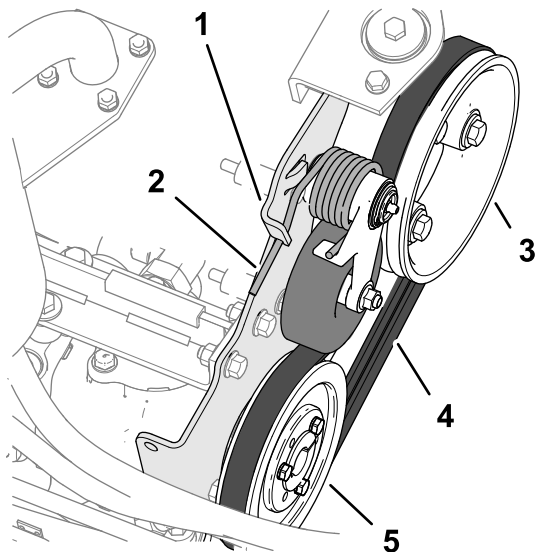

Bild 90
2. Drücken Sie das Ende der Riemenspannfeder nach unten und aus der Kerbe in der Lasche der Pumpenhalterung heraus, und schieben Sie das Federende nach vorne (Bild 90).